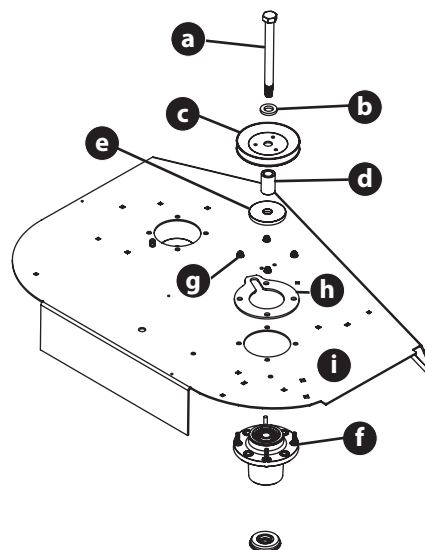

Figure 49
- Retirez le boulon hexagonal (a), la rondelle (b), la poulie (c), l'entretoise (d) et la rondelle de garde-boue (e) de l'ensemble de l'axe (f) (Figure 49).
- Retirez les quatre contre-écrous à collerette (g) et la plaque de support (h) qui fixent les ensembles de broches (f) au plateau de coupe (i) (Figure 49).
7. Inversez les ÉTAPES 4 et 5 pour installer l'ensemble de broche. Lors de l'installation du nouvel ensemble de broche, veillez à installer les pièces de fixation exactement comme indiqué dans Figure 49 à la page 103. Serrez les écrous de blocage de la bride à 21 à 32 pi-lb (28 à 43 N-m).